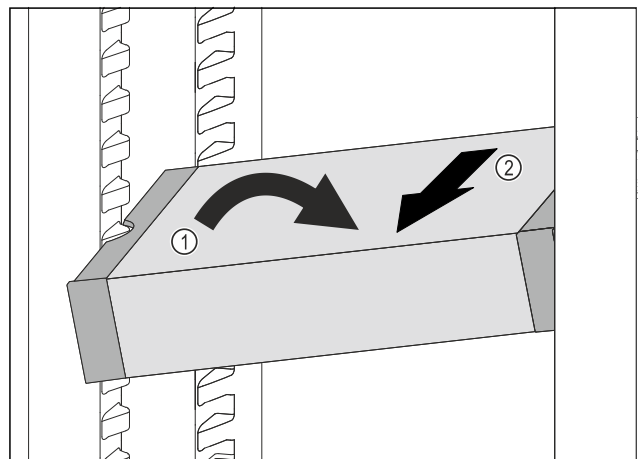

Fig. 97
- VarioSafe im Kühlteil schräg stellen. Fig. 97 (1)
- VarioSafe nach vorne entnehmen. Fig. 97 (2)